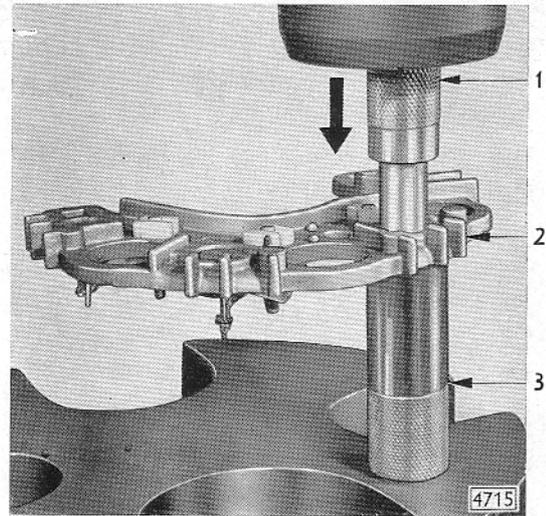

Bild D 48 - Eine Diode auspressen
10. Falls erforderlich, Dioden ersetzen. Hierzu Diode einschließlich Anschlußkabel im Dioden-Aus- und -Einpreßuntersatz S-5060 aufnehmen (Bild D 48) und Diode mit Dioden-Auspreßdorn S-5061 herausdrücken (Bild D 48).